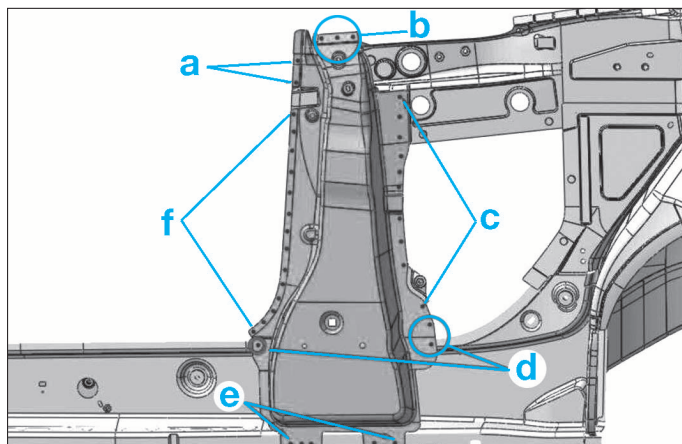

FIG. 78
- Fraiser (Fig.78) :
- Effectuer les soudures (b) et (c) par point électriques (Fig.78).